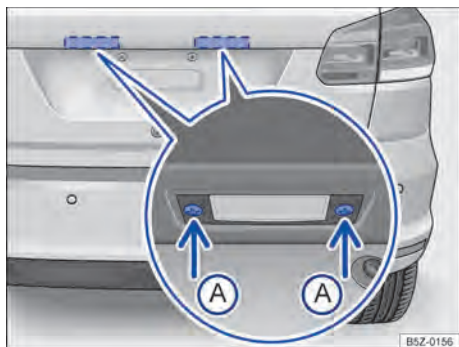

Fig. 183 Na tampa do compartimento de bagagem: remover a lanterna da placa de licença.
2. Com o auxílio de uma chave de fenda, remover os parafusos de fixação \Rightarrow Fig. 183  da lanterna da placa de licença.